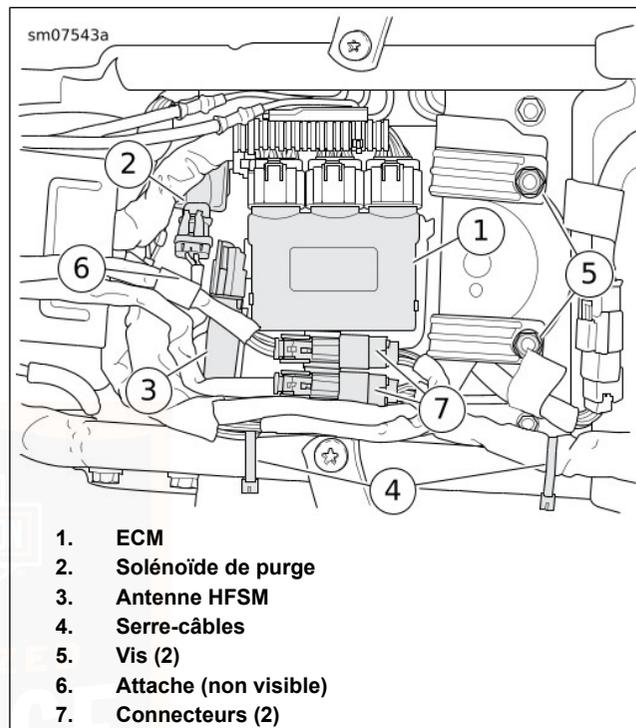

Figure 96. Boîtier supérieur
2. Voir Figure 96 . Détacher l'ECM (1) du boîtier supérieur. Le mettre de côté.
3. S'il est présent, déplacer le solénoïde de purge (2) vers l'avant pour le dégager du boîtier supérieur.
4. **Modèles avec système de sécurité** : Dégager l'antenne du HFSM (3) du boîtier supérieur et l'écarter.
5. Détacher les connecteurs (7) des ancrages sur le boîtier supérieur.
6. Retirer les fixations (5).
7. Couper les serre-câbles (4). Déplacer les faisceaux pour obtenir plus de dégagement pour le boîtier supérieur.
7. Voir Figure 96 . Mettre le boîtier supérieur en place et engager le loquet sur le support de fixation.
8. Fixer le boîtier supérieur à la traverse de cadre avec les fixations (5). Serrer.